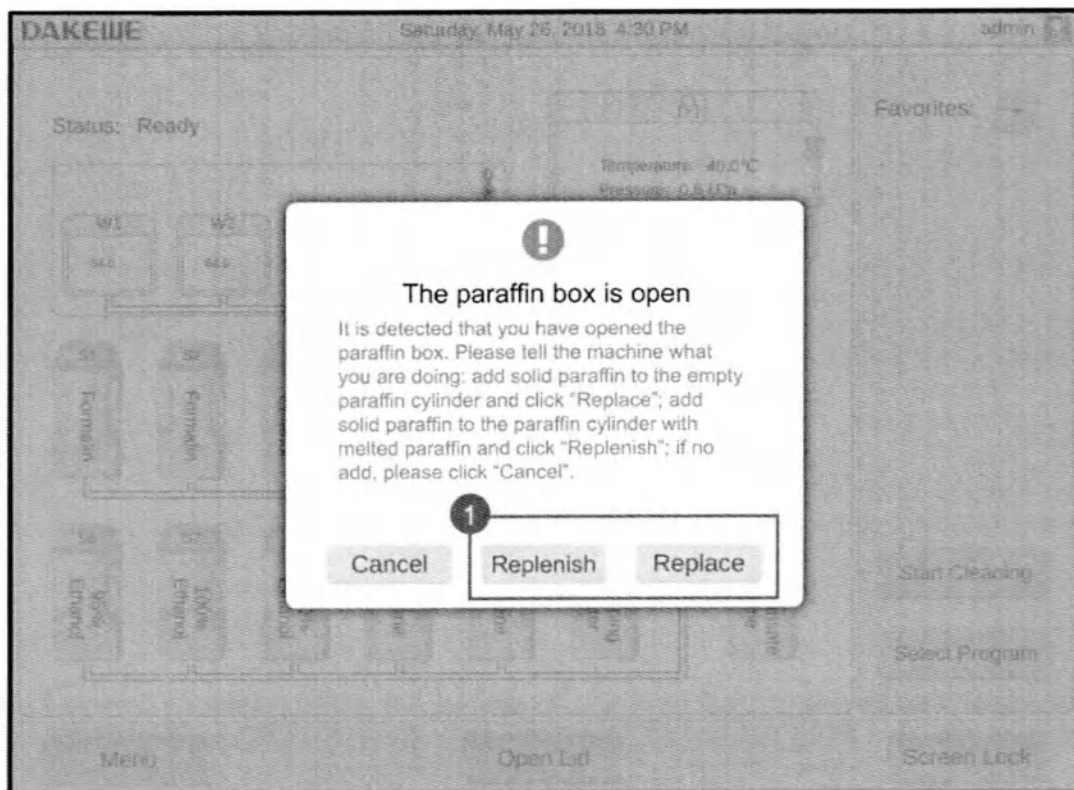
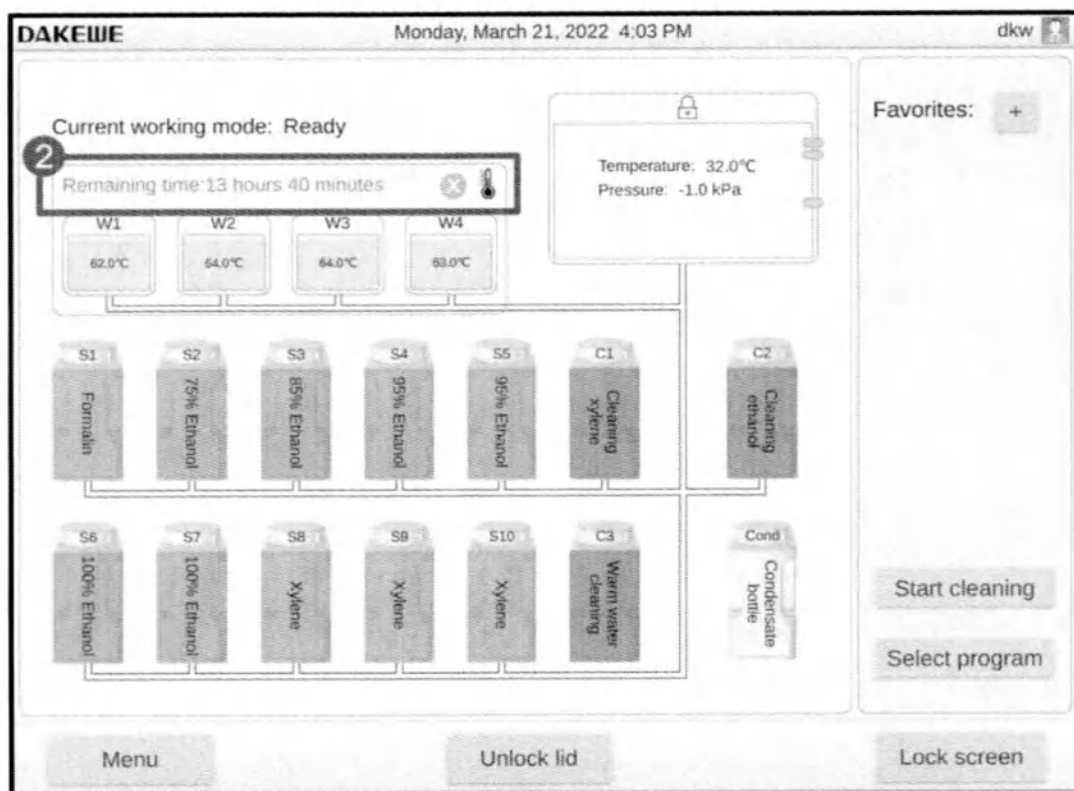

Рисунок 81-1. Обновление данных парафиновой станции
Рисунок 81-2. Обновление данных парафиновой станции
- Нажмите кнопку «Заменить» (Replace) или «Добавить» (Replenish) в интерфейсе системы (рис. 81-1). Система пересчитает время для расплавления парафина (рис. 81-2). Если вы добавили жидкий парафин нажмите кнопку «Отмена» (Cancel), и система не будет пересчитывать время расплавления парафина.